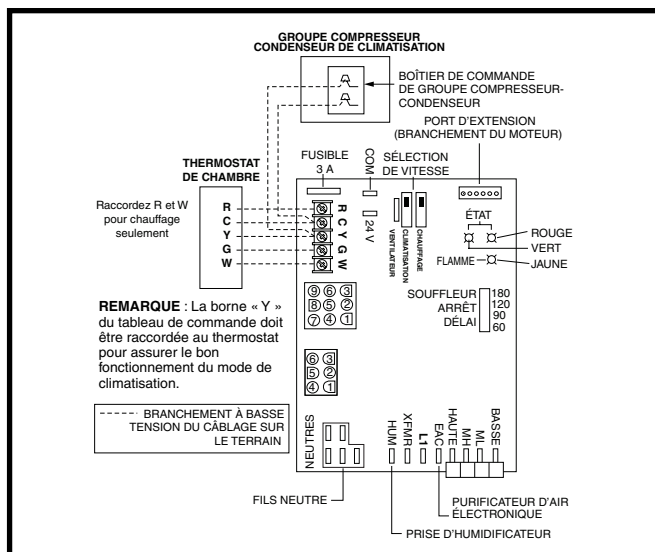

Figure 22. Excitation de tension de ligne, quatre fils
- Le thermostat doit être installé conformément aux directives fournies par le fabricant du thermostat. Les branchements basse tension (24 V c.a.) du thermostat sont raccordés à la plaque à bornes intégrée dans la fournaise. La Figure 22
Les ordres de fonctionnement des modes de chauffage, climatisation et ventilation sont décrits ci-dessous. Vérifiez les schémas de câblage d'excitation et de câblage de la fournaise : Figure 22 \(page 24\) et Figure 28 \(page 33\).